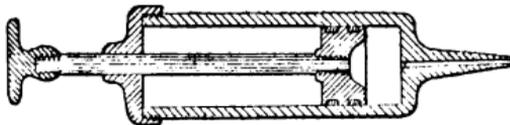

Fig. 516.
**POMPES D'INJECTION POUR LE PERÇAGE DES TROUS SUR LE TOUR.** — Cette pompe (fig. 516) dite se-